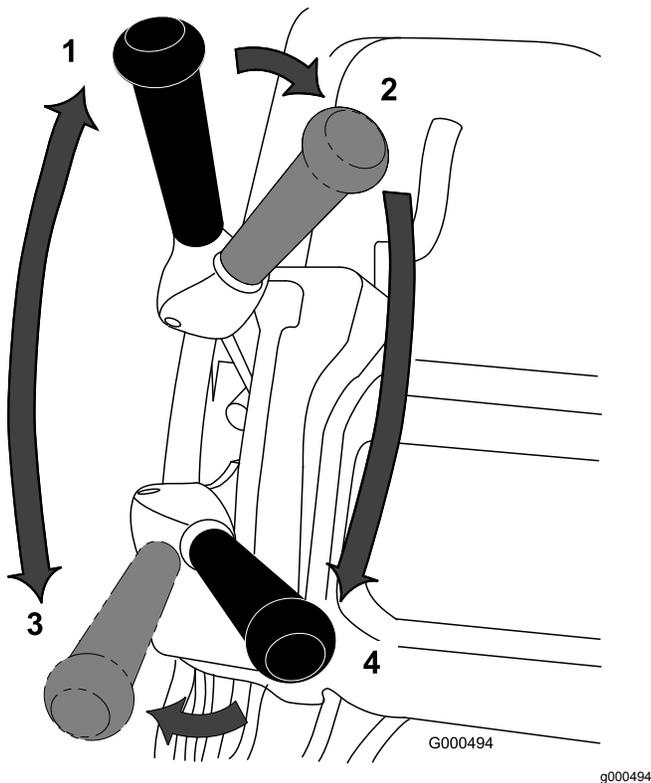

Рисунок 23
1. Запустите двигатель, установите дроссельную заслонку на пониженные обороты двигателя, нажмите на рукоятку вниз, чтобы поднять режущий блок, нажмите механизм контроля присутствия оператора, переведите рычаг управления тягой и приводом барабана в положение ПЕРЕДНИЙ ХОД (транспортировка) и переместите машину на край грина (Рисунок 23).
2. Переведите рычаг в НЕЙТРАЛЬНОЕ положение (Рисунок 23).
3. Переведите рычаг в положение «тяга — НЕЙТРАЛЬНОЕ положение, привод барабана ВЫКЛЮЧЕН» (Рисунок 23).
4. Переведите рычаг в положение «тяга — ПЕРЕДНИЙ ХОД, привод барабана ВКЛЮЧЕН» (Рисунок 23), увеличивайте с помощью дроссельной заслонки обороты двигателя до